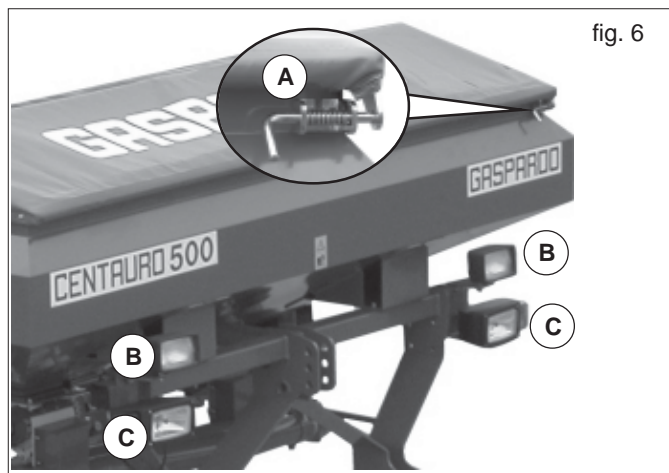
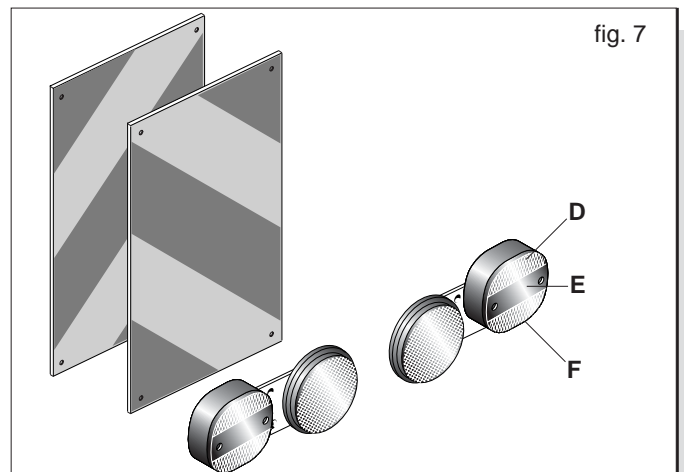

fig. 6
fig. 7
- 34) Beim Transport auf der Straße müssen die Behälter und Trichter leer sein. Höchstgeschwindigkeit 25 km/h. Immer die Tankabdeckung mit Haubenverschluss sichern (A, Fig.6) Regelmässig den Haubenverschluss auf Alterung ueberpruefen und bei Bedarf austauschen!
- 37) Wenn die geschleppten oder an dem Schlepper angebrachten Ausrüstungen und Geräte die Sichtbarkeit der Signalisierungs- und Beleuchtungsvorrichtungen des Schleppers verdecken, müssen diese Vorrichtungen auch an den Ausrüstungen angebracht werden, wobei die Vorschriften der im jeweiligen Anwendungsland geltenden Straßenverkehrsordnung zu beachten sind. Beim Gebrauch ist zu kontrollieren, daß die Anlage einwandfrei funktioniert. Befahren öffentlicherer Strassen nur mit ausgeschalteten Arbeitsscheinwerfern (B, Fig.). Abblendlicht (C Fig.6) nur unter Beachtung örtlicher Bestimmungen einstellen und benutzen. Nach-stehend wird die korrekte Se-quiz der Leuchten angegeben (Abb. 7):